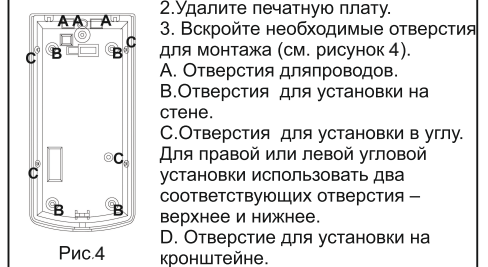

Рис.4
3. Вскройте необходимые отверстия для монтажа (см. рисунок 4).